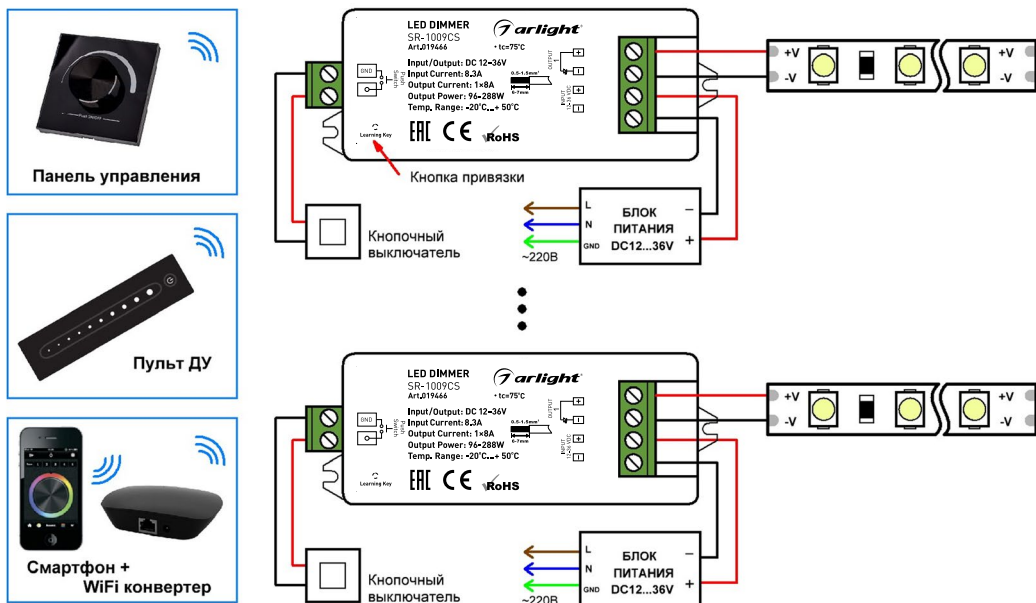

Рис. 2. Схема подключения оборудования на примере диммеров SR-1009CS.
8. Подключите диммеры и светодиодную ленту (см. инструкции к используемому оборудованию). Пример подключения диммеров приведен на Рис. 2.